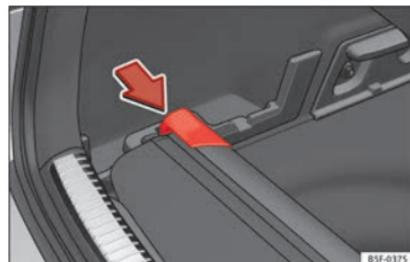

Fig. 166 Nel bagagliaio: Alloggiamento per la riposizione del pianale portaoggetti
- Spingere la testa del pianale portaoggetti nel senso della freccia fino a fissarla nell'apposito alloggiamento » **fig. 166.**